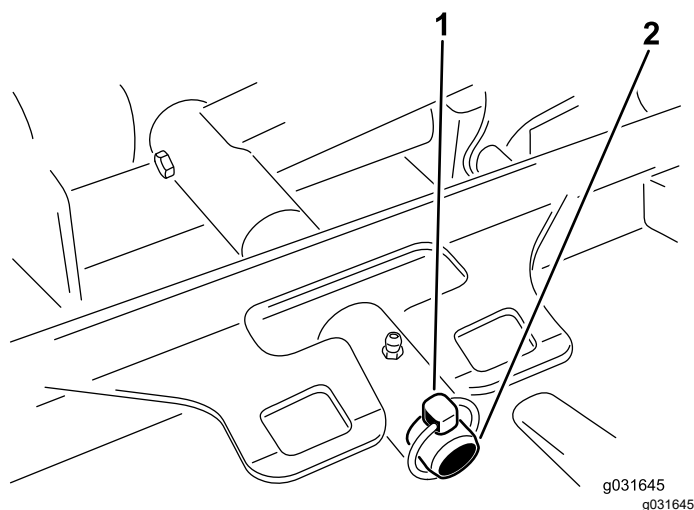

Figura 69
3. Scoateți tiftul de prindere sau piulia de refixare care fixează cadrul suportului unității de tăiere de tiftul pivotului braului de ridicare (Figura 69).
3. Glisai cadrul suportului unității de tăiere pe tiftul de pivotare al braului de ridicare și fixai-l cu tiftul de prindere sau piulia de fixare (Figura 69).